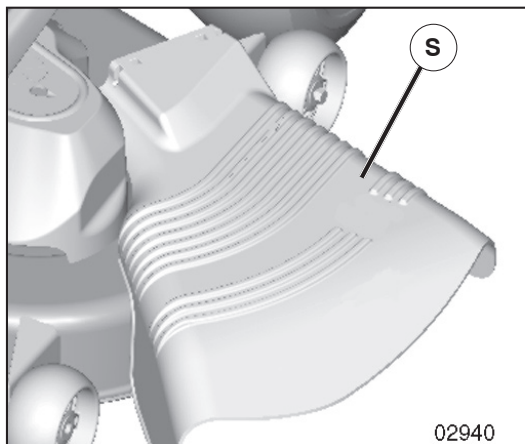

Fig. 10
**ATTENTION: N'utilisez pas la tondeuse sans le déflecteur ou sans le ramasse-herbe (S) s'il y a lieu. (Voir La Fig. 10)**